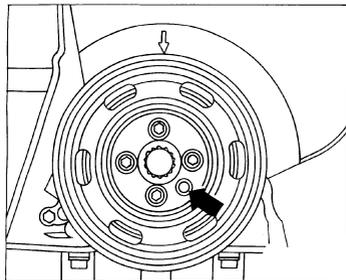

图 2-33 安装飞轮减振器
2) 只在某一特定位置才能装上飞轮减振器, 图 2-33 箭头所示的孔, 必须位于带轮的上部。